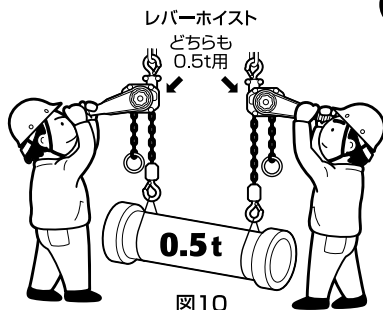

図10
(31) 共づりする場合は、それぞれの1台のレバーホイストで、その荷をつるる定格荷重のものを使用してください。図10
(32) 本体・ロードチェーンに砂などがたい積しないように常に清掃してください。
(33) 作業に対し揚程が十分であることを確認してください。